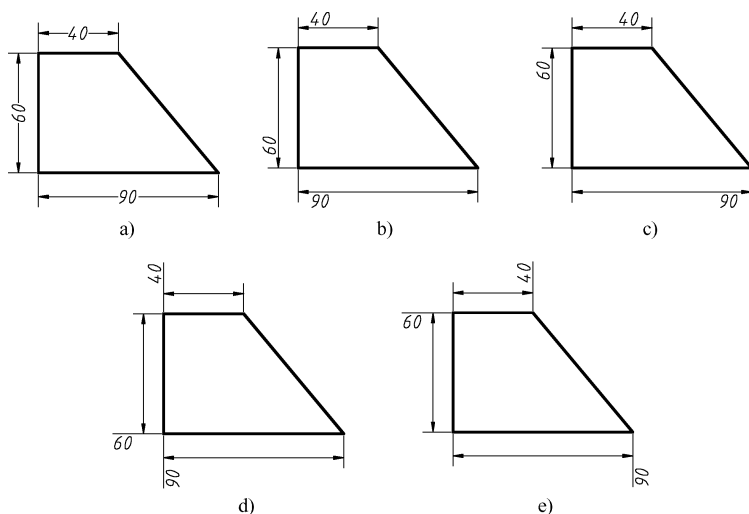

图 9-21 “水平” 选项设置示例
- “水平” 下拉列表框表：用于设置尺寸数字相对尺寸线水平方向上的位置。有 “居中” “第一条尺寸界线” “第二条尺寸界线” “第一条尺寸界线上” 和 “第二条尺寸界线上” 5 个选项，如图 9-21 所示。